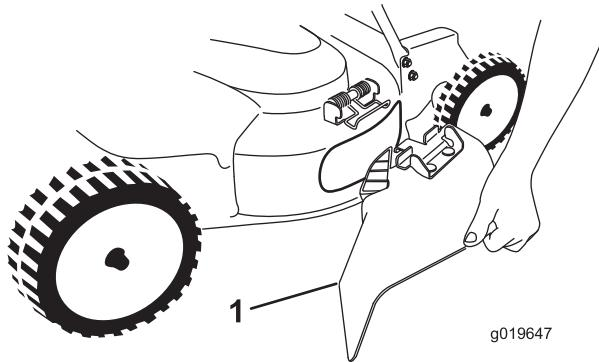

Figure 21
5. Pour monter l'éjecteur latéral (Figure 21), tirez sur le ressort, placez l'éjecteur sur l'ouverture et abaissez le ressort sur les pattes en haut de l'éjecteur.